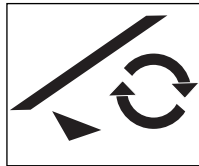

Figure 5 - Icône montrant la position d'amorçage.
- ▶ tourner l'unité à la position prime (amorce) (voir la figure 5)